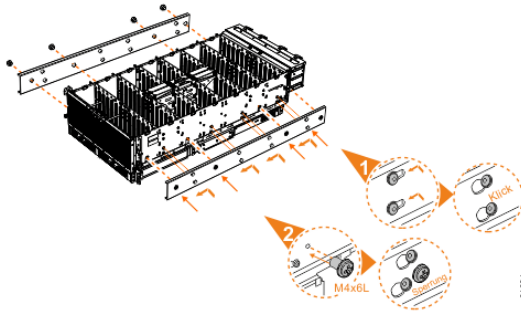

Abbildung 57. Inneren Teil der Schiene an Gehäuse anbringen
5. Installieren Sie den inneren Teil der Schiene an den Seiten des Erweiterungsgehäuses (siehe Abbildung 57 auf Seite 58).